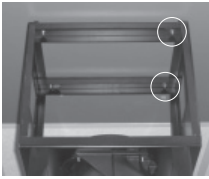

Abb. 2
- Die Motoreinheit mit den beiden verbleibenden Schrauben befestigen und dann die beiden anderen Schrauben festziehen (Abb. 2).